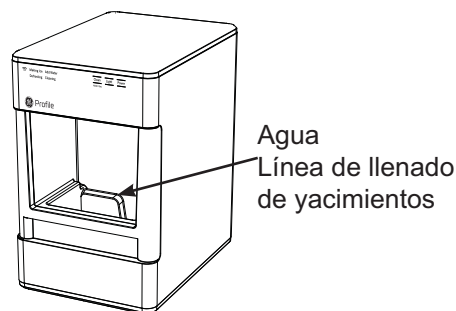

Figura 2
5. Vierta la solución en el depósito de agua, hasta la línea de llenado que se muestra. Ver figura 2.